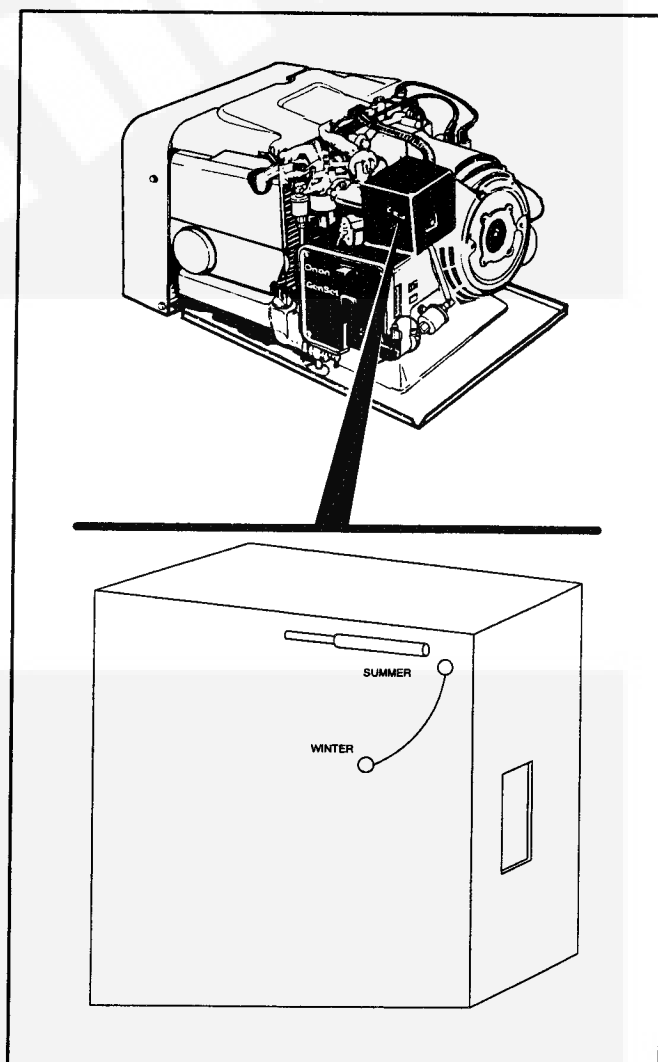

FIGURE 5. LEVIER DE PRÉCHAUFFAGE DU CARBURATEUR (MODÈLES À ESSENCE SEULEMENT)
2. Aux températures inférieures à 40 °F (4 °C), pousser le levier de préchauffage de l'air du carburateur sur la position WINTER (hiver) (modèles à essence seulement). Le levier se trouve sur le devant du filtre à air (Figure 5). Aux températures entre 40 °F (4 °C) et 70 °F (21 °C), le dispositif de préchauffage peut rester dans l'une quelconque des deux positions.
5. Aux températures supérieures à 70 °F (21 °C), pousser le levier de préchauffage de l'air du carburateur vers le haut sur la position SUMMER (été) (modèles à essence seulement). Le levier se trouve sur le devant du filtre à air (Figure 5).